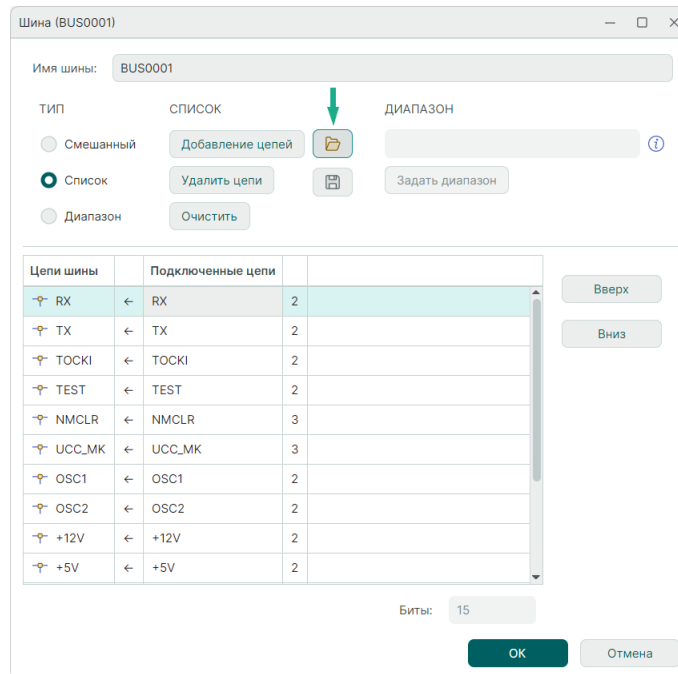

Рис. 179 Импорт списка цепей шины
4. В поле «Список» нажмите , см. Рис. 179.